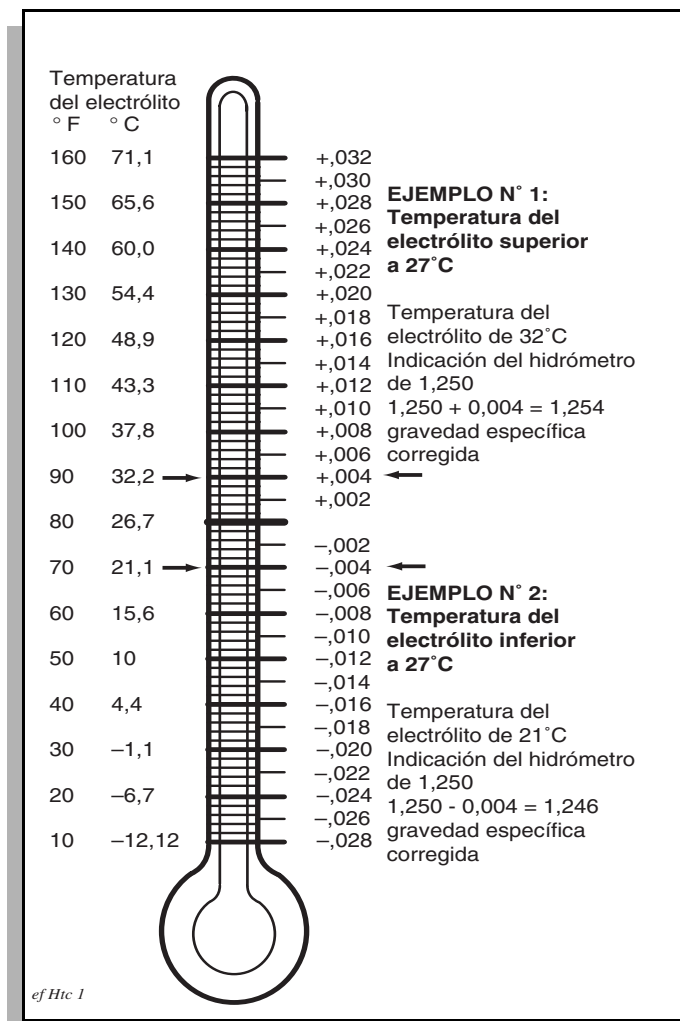

Fig. 31 Corrección de la temperatura del hidrómetro BATERIA
4. Sumar o restar cuatro puntos (0,004) al valor indicado por cada 6°C que la temperatura del electrolito sea superior o inferior a 27°C. Ajustar la indicación para adaptarla a la temperatura del electrolito; por ejemplo, si se indica una gravedad específica de 1,250 y la temperatura del electrolito es 32°C, **sumar** cuatro puntos (0,004) a 1,250, lo que da una indicación corregida de 1,254. De la misma manera, si la temperatura era 21°C, **restar** cuatro puntos (0,004) de 1,250 para llegar a una indicación corregida de 1,246 (Ver Fig. 31 en la página 25).